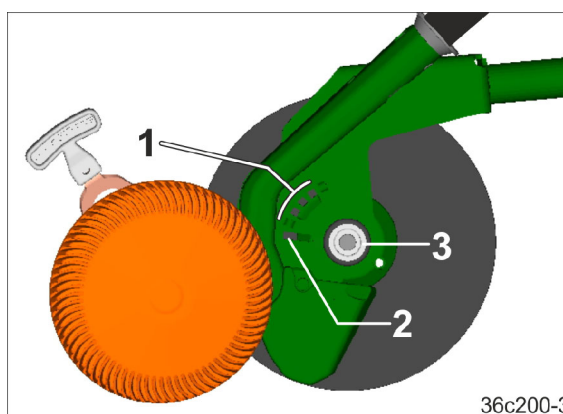

Fig. 180
1. Lad håndtagets ansats falde i hak i langhullet (Fig. 180/2) forbi hulgruppen (Fig. 180/1).
2. Forskyd dybdeføringsskiven/-tallerkenen i langhullet (Fig. 180/2), indtil dybdeføringsskiven/-tallerkenen kommer fri af låsemekanismen (Fig. 180/3).
1. Sæt dybdeføringsskiven/-tallerkenen på låsemekanismen (Fig. 180/3). Derved griber ansatsen ind i langhullet (Fig. 180/2) på skæret.
2. Forskyd dybdeføringsskiven/-tallerkenen i langhullet (Fig. 180/2), indtil dybdeføringsskiven/-tallerkenen falder i hak i låsemekanismen. Skiven falder lettere i hak, hvis du slår let på dens midte.
3. Træk ansatsen ud af langhullet ved hjælp af håndtaget, og sæt den i det nødvendige hul (Fig. 180/1).